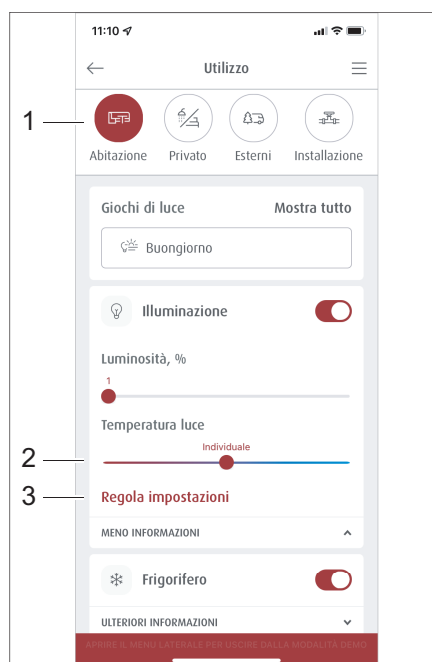
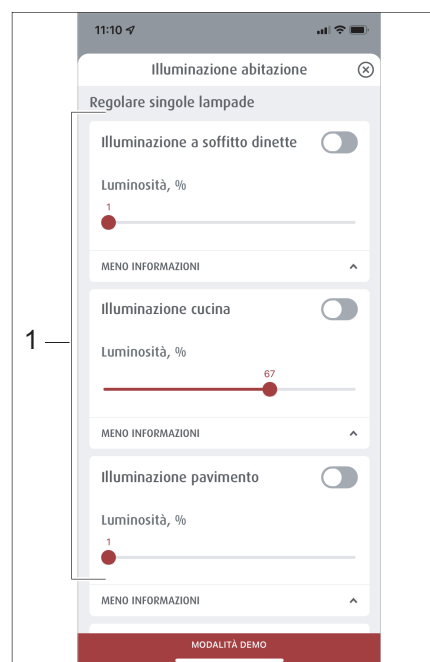

Fig. 304 Selezione di scenari precostituiti
Fig. 305 Gestione degli scenari
- Digitare nel menu *Utilizzo* il pulsante *Abitare* (Fig. 304,1).
- Digitare nel menu *Abitare* su *Impostazione personalizzata luci* (Fig. 304,3).
Il menu *Impostazione personalizzata luci* (Fig. 305) si apre.
- Selezionare nella scelta di illuminazione (Fig. 305,1) l'illuminazione desiderata e impostare con il regolatore a scorrimento (Fig. 304,2) la temperatura della luce.